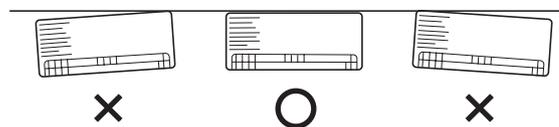

Fig. 3-51
(2) Contrôlez à l'aide d'un mètre-ruban ou d'un niveau. Cette vérification est importante pour que l'unité soit correctement installée. (Fig. 3-51)
(3) Assurez-vous que le panneau est au ras du mur. Si vous laissez un espace entre le mur et l'unité, cela engendrera du bruit et des vibrations.